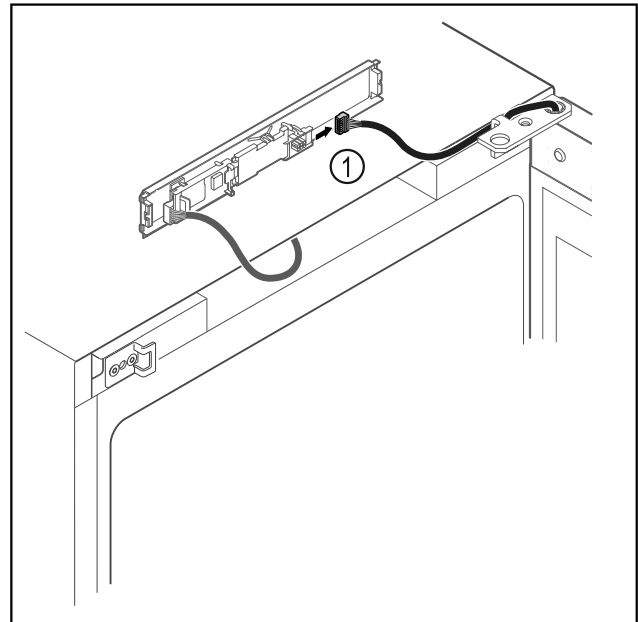

Fig. 7
- Stecker Fig. 7 (1) von Platine abstecken.